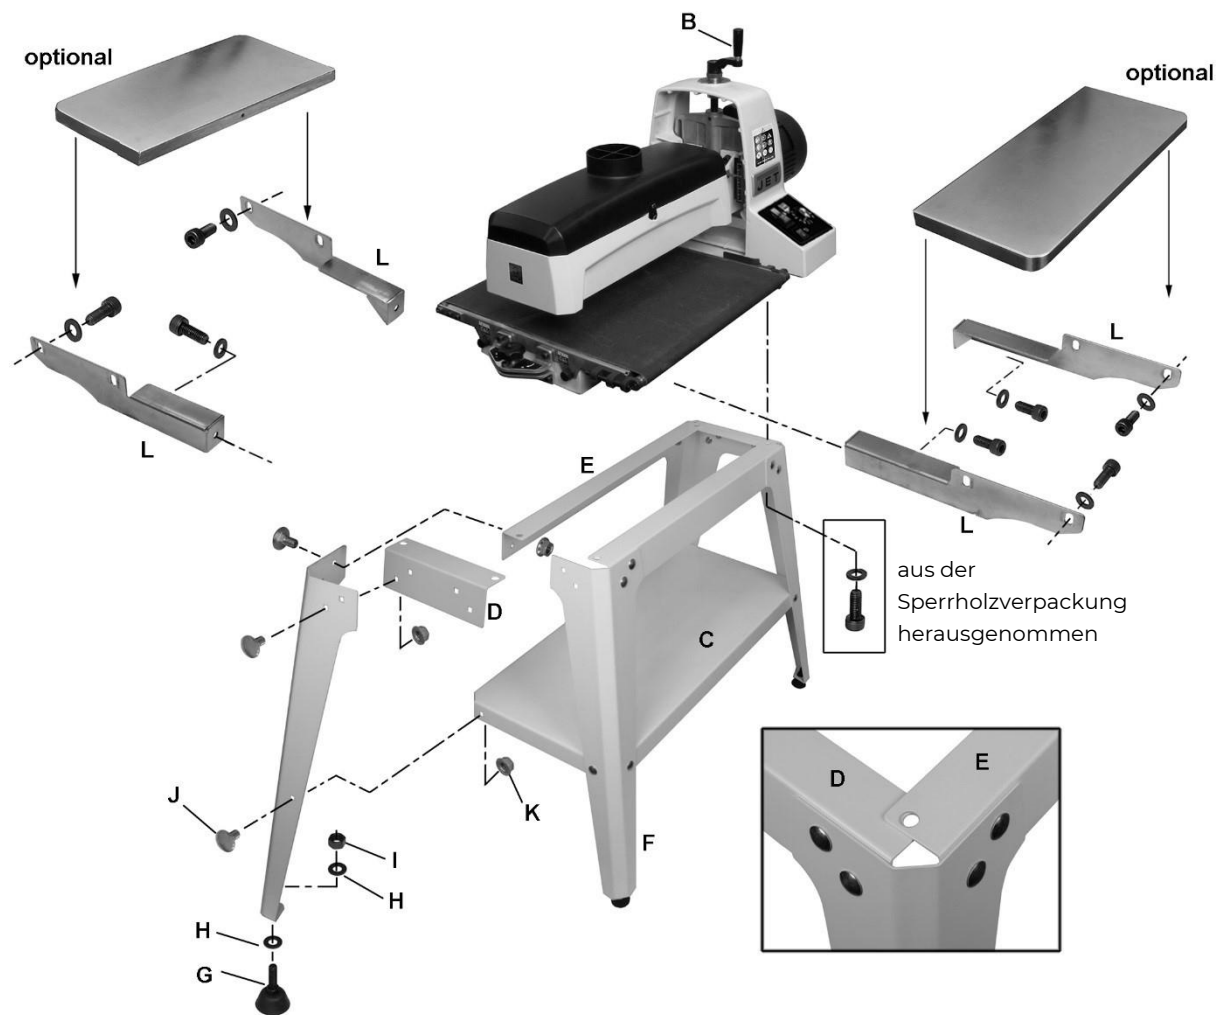

Abb. 6-3: Montagezeichnung
(Siehe die Abb. 6-3. Ist eine weitere Klarstellung erforderlich, den Abschnitt mit der Aufschlüsselung und Erläuterung der Komponenten und Bauteile am Ende dieses Handbuchs lesen.)
1. Die Standbeine (F) unter Verwendung der Schlossschrauben (J) und den Bund-Sicherungsmuttern (K) an der Außenseite der kurzen Schienen anbringen. Schrauben nur handfest anziehen.
2. Die langen Schienen (E) auf der Innenseite der Standbeine und an der Oberseite der kurzen Schienen (D) anbringen. Schrauben nur handfest anziehen. HINWEIS: Der Flansch der langen Schiene überlappt sich mit dem Flansch der kurzen Schiene. Siehe das Einsatzbild, Abb. 6-3.
5. Die Nivellierfüße (G) jeweils in die untere Öffnung der Standbeine einsetzen und mit den flachen Unterlegscheiben und Sechskantmuttern sichern.
1. Die Zustelltisch- und Auslauftisch-Halter (L, Abb. 6-3) mithilfe von M8x16-Innensechskantschrauben und flachen Unterlegscheiben in den Gewindebohrungen des Sockels anbringen. Sicherstellen, dass der linke Halter und der rechte Halter wie in der Abbildung gezeigt korrekt ausgerichtet sind. Die Halter müssen bündig am Sockel ausgerichtet sein.